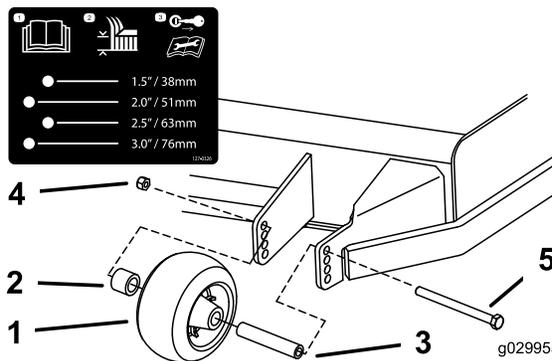

Рисунок 30
3. Отрегулируйте защитные валики, как показано на Рисунок 30, Рисунок 31 и Рисунок 32.